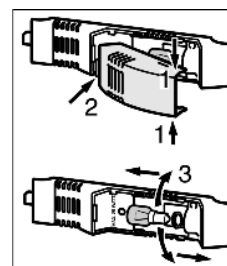

Fig. 23
▶ Agarre la cubierta de la lámpara por la parte superior e inferior *Fig. 23 (1)*.
▶ Desencaje y desenganche por la parte trasera *Fig. 23 (2)* la cubierta de la lámpara.
▶ Sustituya la bombilla *Fig. 23 (3)*.